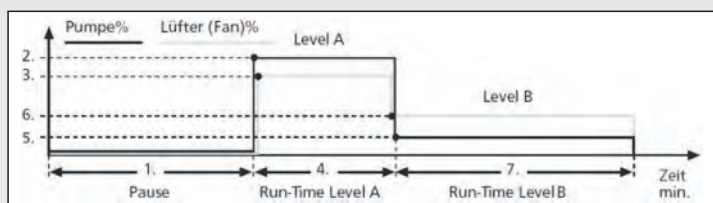

Abb. 4: Schema Haze-Density Control Systems (HDCS)
**Beispiel:** Das Gerät soll nach 30 Minuten den Nebelvorgang starten (Menüpunkt 1). Dann soll die Bühne 10 Minuten eingenebelt werden. Hierzu stellt man einen hohen Pumpen- und Lüfterwert ein sowie die Zeit 10 Minuten (Menüpunkt 2, 3 und 4). Nach 10 Minuten sollen Pumpe und Lüfter automatisch heruntergefahren werden und die Bühne für eine weitere Stunde schwach eingenebelt werden (Menüpunkt 5, 6 und 7). Siehe auch Schema unten (Abb. 4).